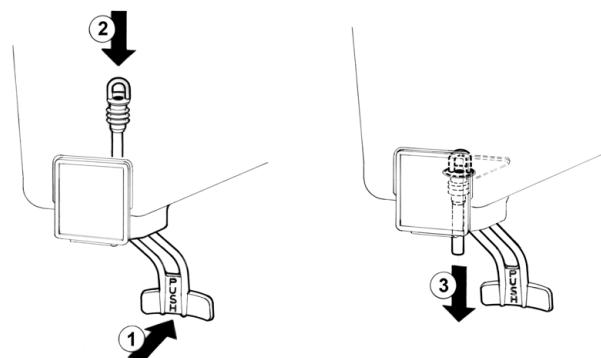

figure 6
- 2 **Robinet avec tube en caoutchouc:** Pousser (1) le levier de débit robinet et enfiler (2) le tuyau du robinet dans son siège sur le fond du réservoir. Tirer (3) doucement le tuyau vers le bas jusqu'à le bien placer (voir figure 6).